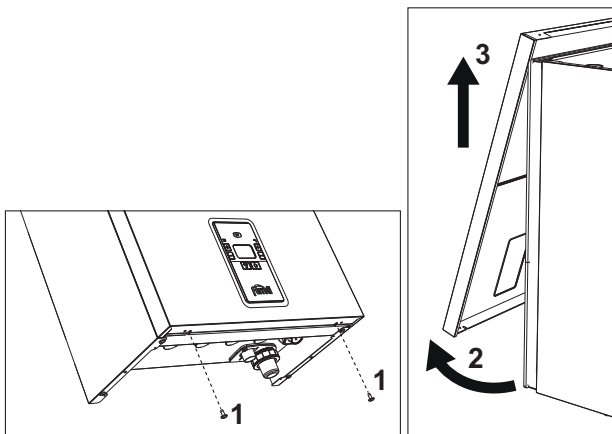

fig. 32 - Apertura pannello frontale
1. Svitare le viti "1" (vedi fig. 32).